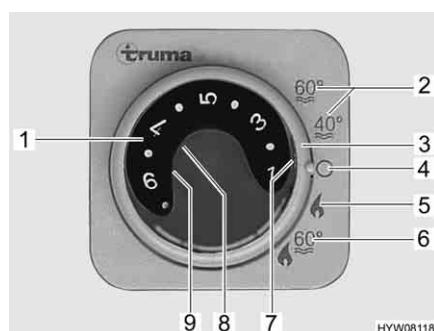

Fig. 119 Centralina di controllo per riscaldamento/boiler
- Impostare la modalità di funzionamento tramite l'interruttore girevole (Fig. 119,3).
A seconda della temperatura ambiente desiderata, il riscaldamento seleziona automaticamente il livello del bruciatore necessario. Al raggiungimento della temperatura ambiente desiderata, il bruciatore si spegne. Durante la modalità di funzionamento "Riscaldamento e boiler" (Fig. 119,6) è riscaldata anche l'acqua nel boiler. Nella modalità di funzionamento "Riscaldamento senza boiler" (Fig. 119,5) è possibile far funzionare il riscaldamento con il boiler vuoto.
- Impostare la manopola della temperatura (Fig. 119,1) sulla centralina di controllo scegliendo la potenza desiderata.
- Posizionare l'interruttore girevole (Fig. 119,3) su funzionamento invernale "Riscaldamento senza boiler" (Fig. 119,5) o "Riscaldamento e boiler" (Fig. 119,6).
Si accende la spia verde di controllo (Fig. 119,7).
- Posizionare l'interruttore girevole (Fig. 119,3) su "O" (Fig. 119,4).
La combinazione funzionamento a gas e funzionamento elettrico a 230 V diminuisce il tempo di riscaldamento (è possibile solo se il riscaldamento viene impostato sulla centralina di controllo (Fig. 119) su funzionamento invernale).